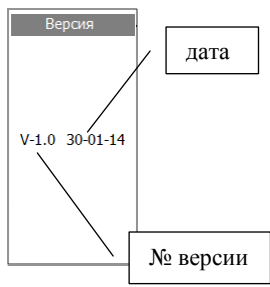

Рис. 31
- 3.3.2 НА ЖК индикаторе появится окно (рис.31), где высвечивается номер версии и дата ее установки в формате: «день – месяц – год».